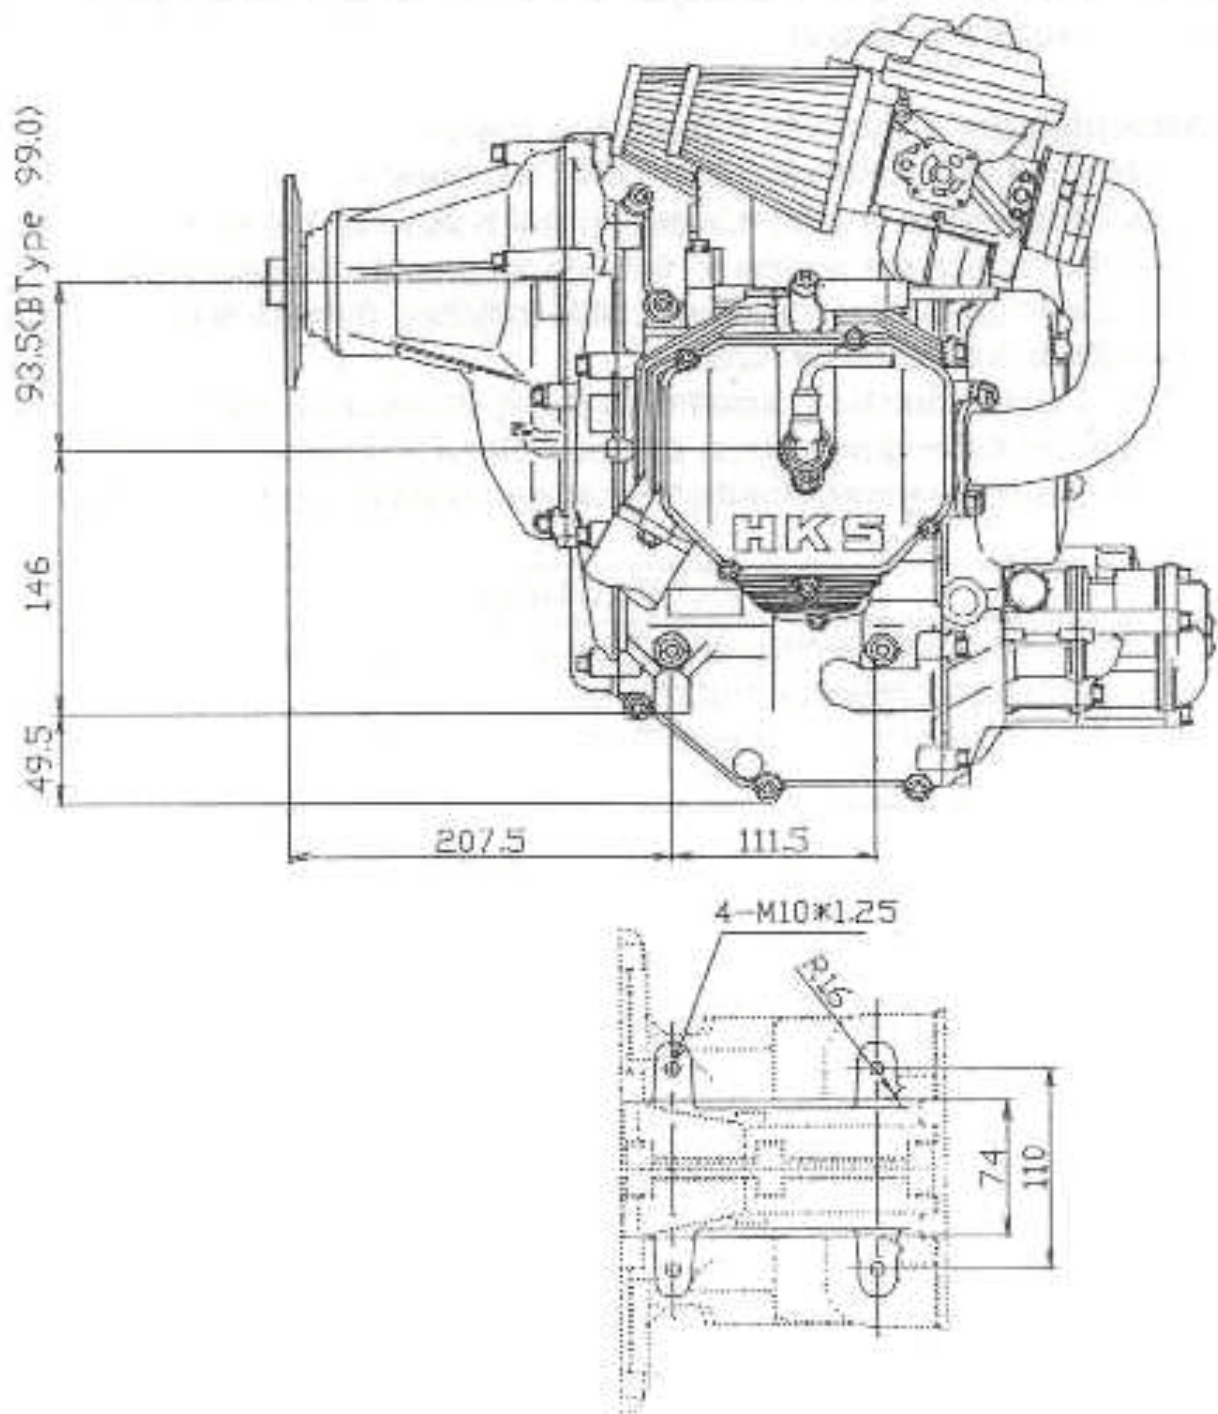

Fig.1 Dimensions berceau moteur
- Consulter la figure 1 pour connaître les dimensions du berceau du moteur.